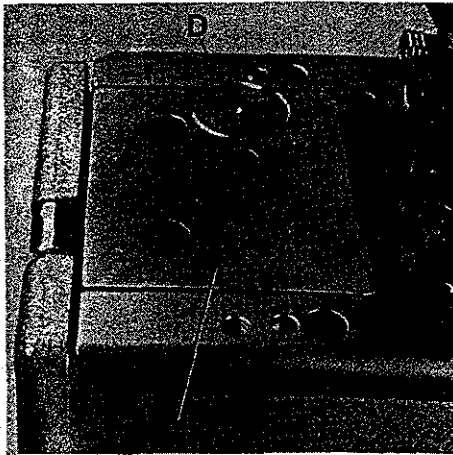
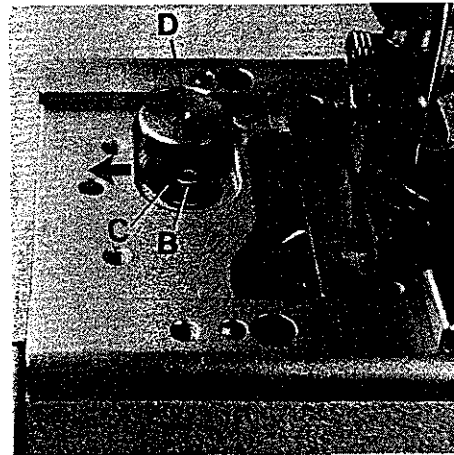
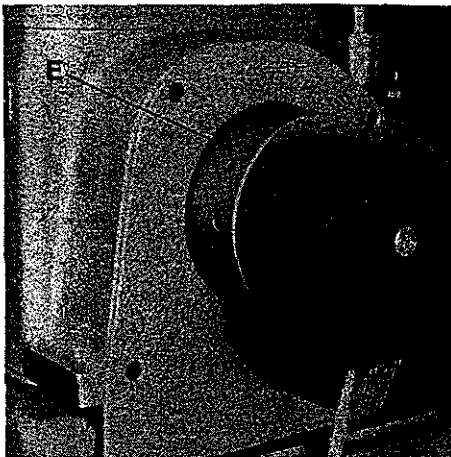

Fig.9
Fig.10
Fig.11
Before the machine leaves the factory, the stitch length change mechanism is locked. After removing cover (A, Fig. 9) and loosening screw (B, Fig. 10) lever (C) can be swung in the direction of the arrow to the left to unlock the stitch length change mechanism. The required hexagon socket wrench is a component of the machine accessories.
Vor dem Versand der Maschine wird die Stichtlängenverstellung blockiert. Entfernt man den Deckel (A, Fig. 9) und löst die Schraube (B, Fig. 10), kann der Hebel (C) in Pfeilrichtung nach links geschwenkt werden und die Arretierung der Stichtlängenverstellung ist aufgehoben. Der benötigte Sechskantschraubendreher ist im Zubehör der Maschine enthalten.
The stitch length is changed by slightly pressing stop bolt (D, Figs. 9 and 10) and simultaneously rotating pulley (E, Fig. 11). Within one revolution of the pulley stop bolt (D, Fig. 9) engages and the stitch length change starts. Rotating pulley clockwise shortens the stitch, rotating it counterclockwise increases the stitch.
Die Stichtlänge wird durch leichtes Drücken auf den Rastbolzen (D, Fig. 9 und 10) und gleichzeitiges Drehen der Handrad-Riemenscheibe (E, Fig. 11) eingestellt. Nach spätestens einer Umdrehung der Handrad-Riemenscheibe rastet der Rastbolzen (D, Fig. 9) ein und die Stichverstellung beginnt. Drehen der Handrad-Riemenscheibe im Uhrzeigersinn verkleinert den Stich, drehen im Gegenuhrzeigersinn vergrößert ihn. Nach dem Einstellen der gewünschten Stichtlänge kann, wenn notwendig, die Stichtlängenverstellung wieder blockiert werden. Montieren Sie den Deckel wieder.